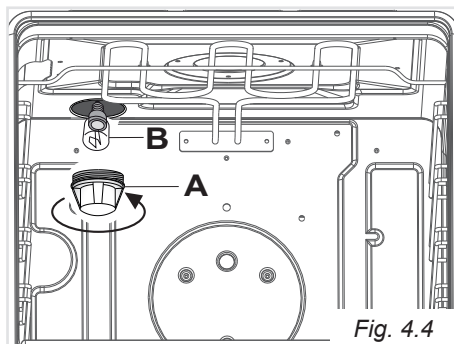

Fig. 4.4
- Svitare la calotta protettiva "A" (fig. 4.4).